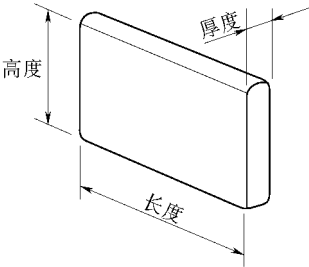

图 16-56 用千分尺测量叶片的长度、高度和厚度
1) 检查叶片是否磨损或划伤，然后用千分尺测量叶片的长度、高度和厚度，如图 16-56 所示。